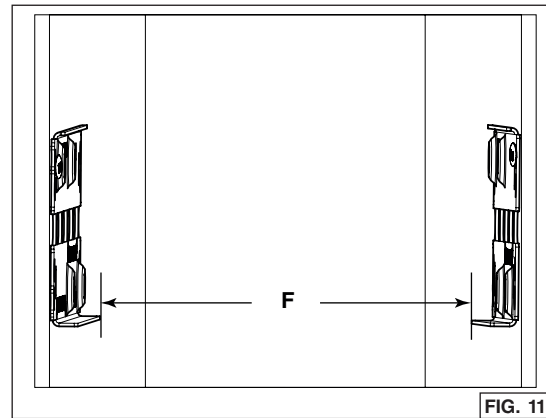

FIG. 11
7. Medir la distancia entre ambos bordes inferiores de los soportes (F) (FIG. 11). La tabla siguiente indica la distancia adecuada: